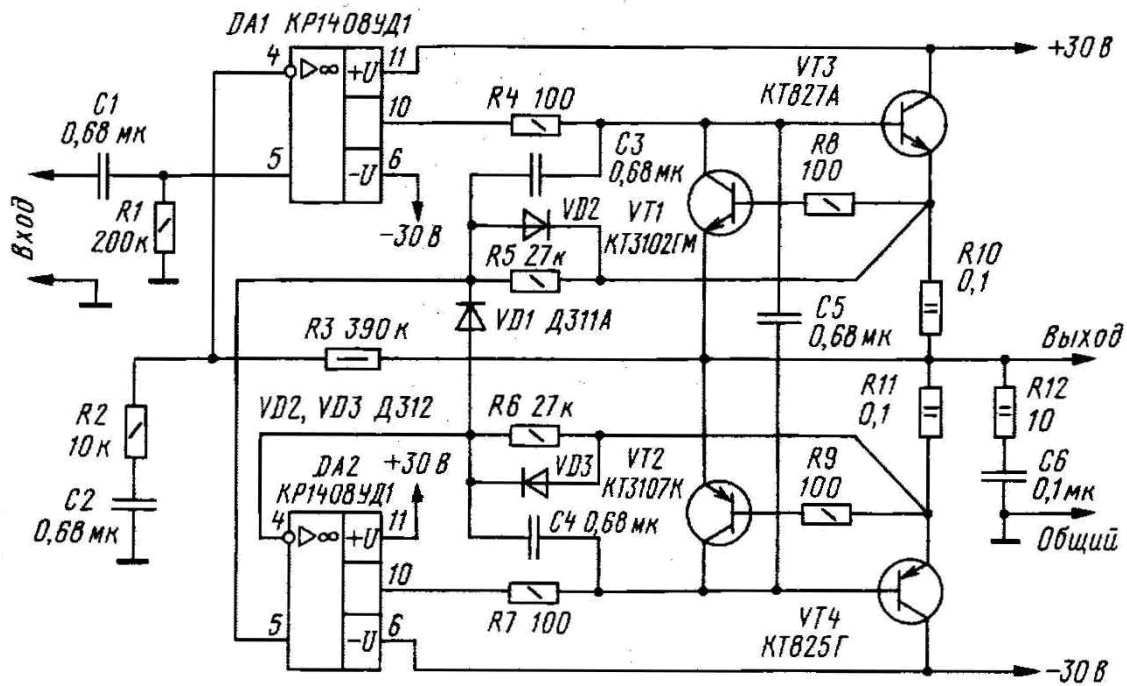

Рис. 3.24. Задание для самостоятельной работы. Вариант 1
2. Выполнить принципиальную электрическую схему в соответствии с вариантом задания, указанного на рис. 3.24 – 3.33.